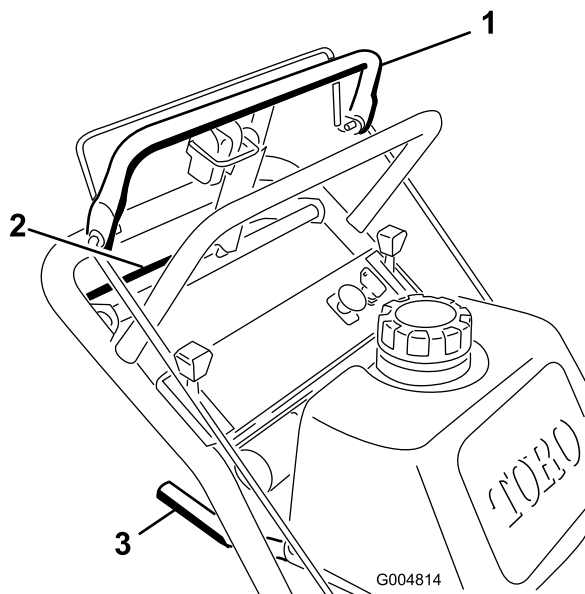
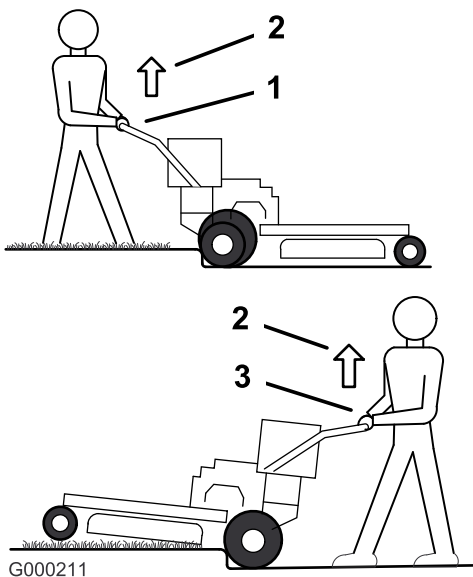

Figure 10
Figure 11
1. Pour vous déplacer en marche avant, sélectionnez une vitesse en marche avant (Figure 10).
3. Appuyez lentement sur la barre de commande supérieure pour avancer (Figure 10).
Pour vous déplacer en ligne droite, appliquez une pression égale aux deux extrémités de la barre de commande supérieure (Figure 10).
Pour tourner, relâchez la pression sur le côté de la barre de commande supérieure dans la direction que vous voulez prendre (Figure 10)
3. Rapprochez lentement la barre de commande inférieure de la partie inférieure du guidon pour vous déplacer en marche arrière (Figure 10).
3. Conduisez la machine jusqu'à ce que les roues pivotantes touchent la bordure (Figure 11).
4. Appuyez sur le guidon pour soulever l'avant de la machine (Figure 11).
5. Conduisez la machine jusqu'à ce que les roues motrices touchent la bordure (Figure 11).
6. Abaissez l'avant de la machine (Figure 11).
7. Engagez la barre de commande inférieure et soulevez la partie inférieure du guidon simultanément pour monter sur la bordure (Figure 10 et Figure 11).
3. Conduisez la machine jusqu'à ce que les roues motrices touchent la bordure (Figure 11).
4. Engagez la barre de commande inférieure et soulevez la partie inférieure du guidon simultanément (Figure 10 et Figure 11).